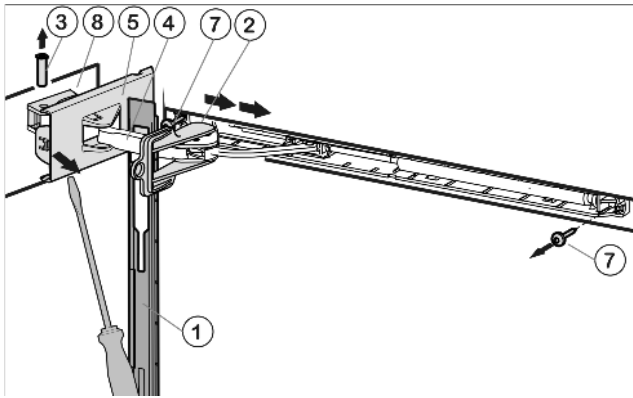

Fig. 5
- ▶ Сдвиньте накладку над амортизационной скобой Fig. 5 (4) в направлении устройства.
- ▶ Зафиксируйте предохранитель Fig. 5 (2) в продольном пазе.
- ▶ Отсоедините крышку со стороны шарнира Fig. 5 (5) с помощью отвертки до первого фиксатора.
- ▶ Выдавите палец Fig. 5 (3) снизу.
- ▶ Нажмите амортизационную скобу Fig. 5 (4) в направлении дверцы.
- ▶ Полностью отсоедините и снимите крышку со стороны шарнира Fig. 5 (5).
- ▶ Снимите накладку Fig. 5 (1).
- ▶ Открутите узел амортизатора закрывания дверцы (2 шт. Tox® 15) Fig. 5 (7).